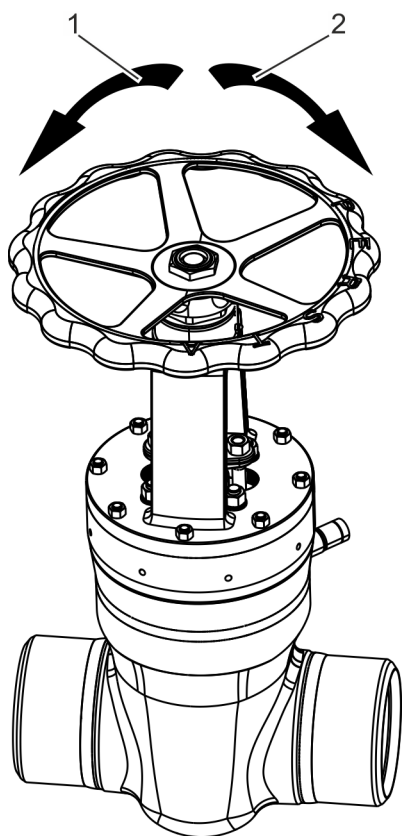

Fig. 19: Accionamiento manual: Accionamiento del volante en caso de emergencia (en la figura: Serie DSK 10 con boquilla optativa)
- Giro en sentido horario (Fig. 19/2): cierre la válvula.
- Giro en sentido antihorario (Fig. 19/1): abra la válvula.